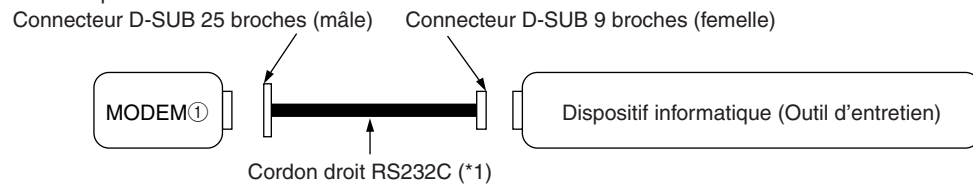

Figure 2. Diagramme de raccordement du modem au dispositif informatique
- ① Utiliser le cordon droit RS232C \*1) pour raccorder le dispositif informatique (Outil d'entretien) et le modem auxiliaire du convertisseur MN comme il est illustré à la figure 2.